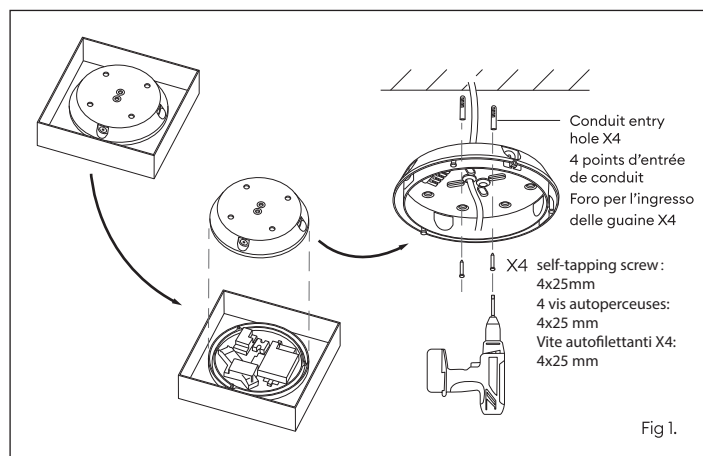

Fig 1.
3. The product is packaged in order of assembly. Remove the housing first and screw to installation surface or BESA box using supplied fixings (fig 1).
3. Le produit est emballé dans l'ordre d'assemblage. Retirez d'abord le boîtier et vissez à la surface d'installation ou à la boîte BESA à l'aide des fixations fournies (fig. 1).
3. Il prodotto è confezionato in ordine di montaggio. Rimuovere prima l'alloggiamento e avvitarlo alla superficie di installazione o alla scatola BESA utilizzando i fissaggi in dotazione (fig. 1).